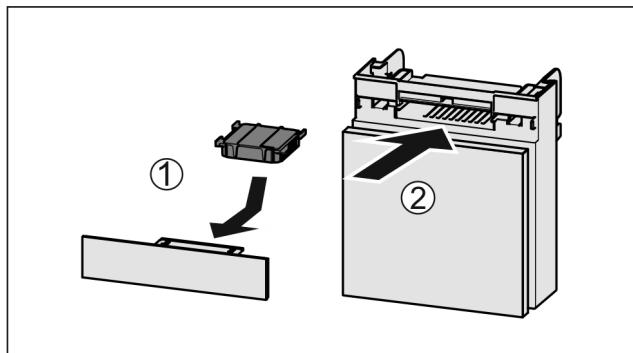

Fig. 124
- Установите фильтр с активированным углем, как показано на рисунке Fig. 124 (1).
- Вставьте отделение Fig. 124 (2).